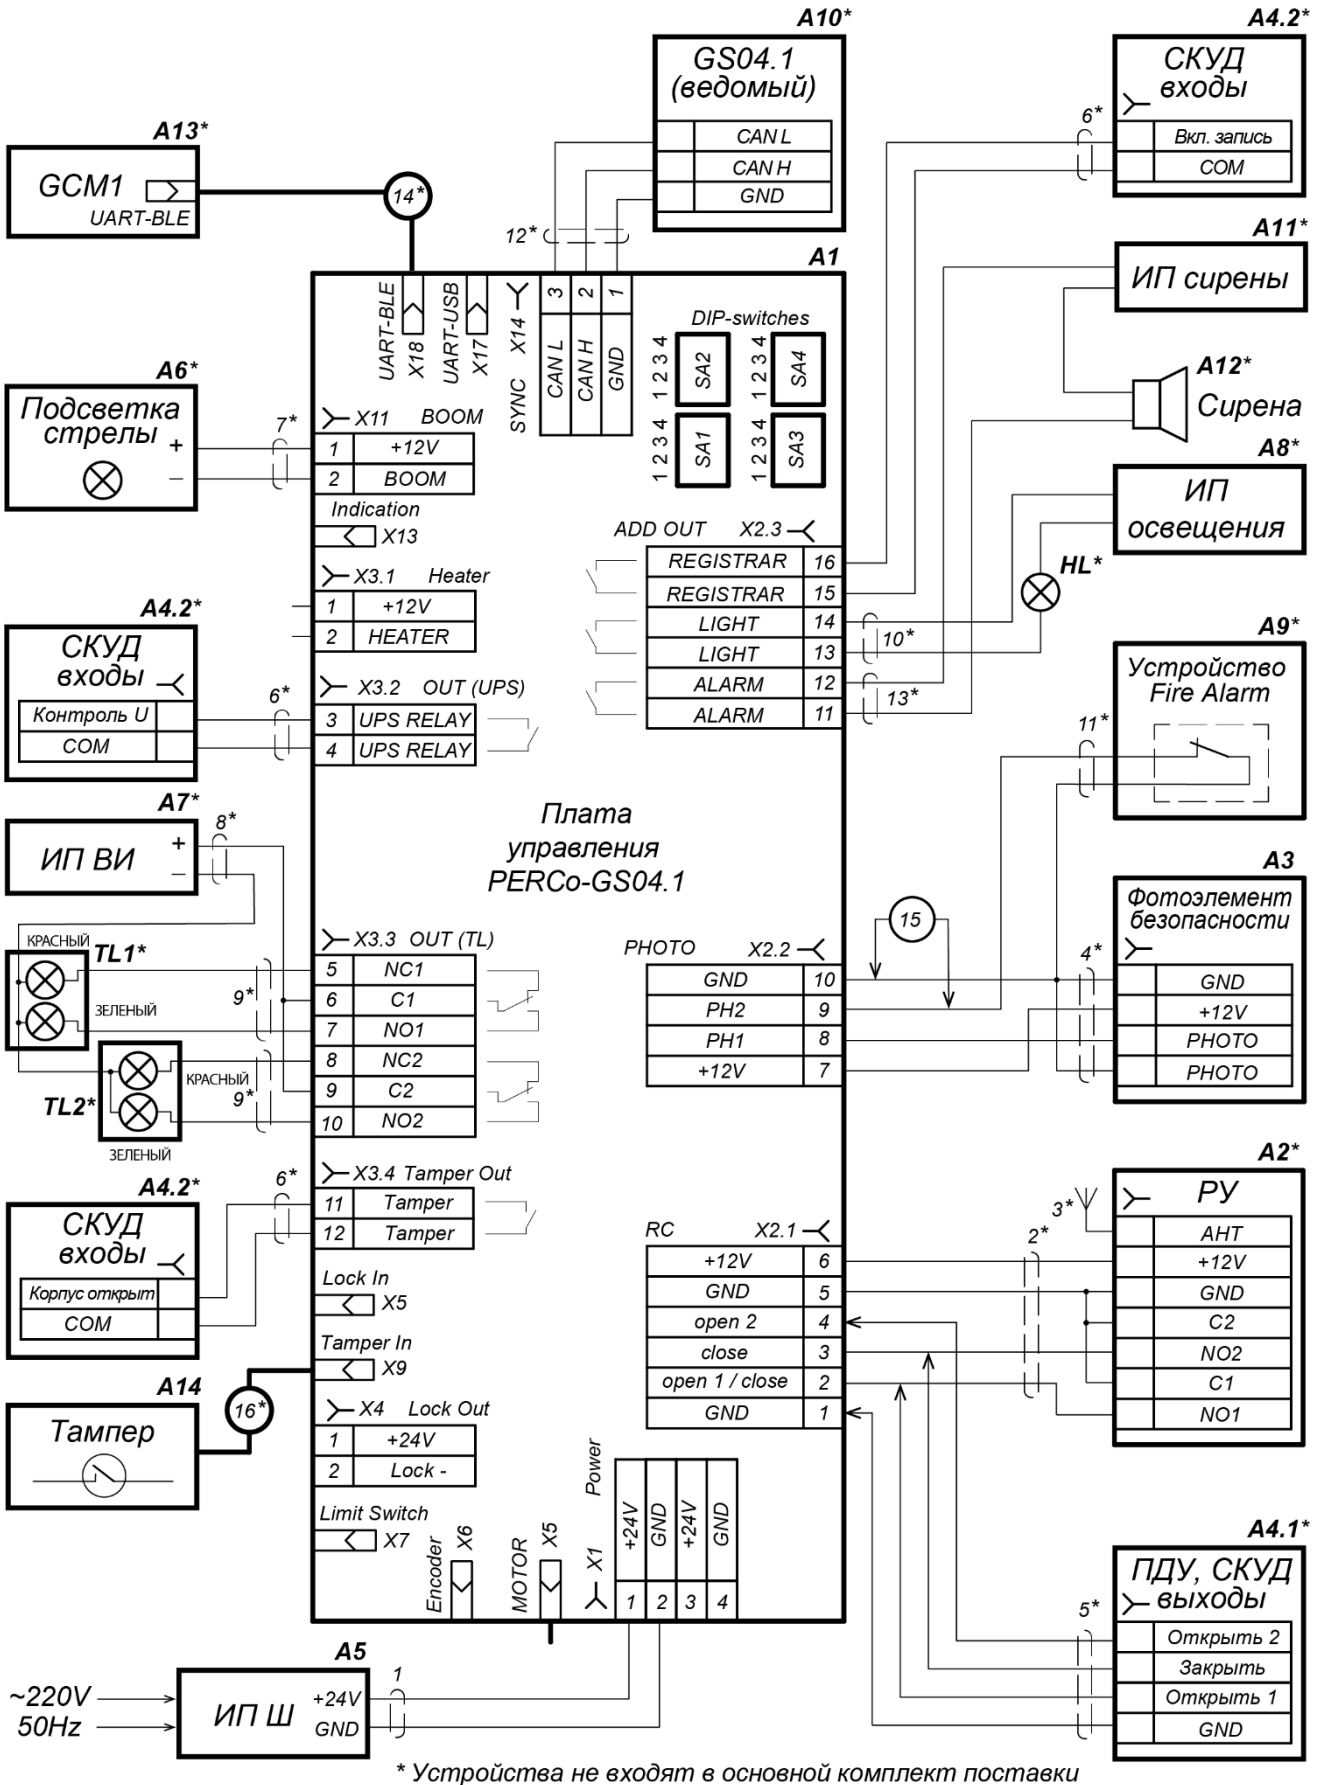

Рисунок 19. Схема подключения шлагбаума и доп. оборудования (перечень элементов см. в табл. 5)
Фотоэлемент безопасности может устанавливаться на стойке **PERCo-GDS1** (входит в дополнительный комплект поставки) (см. рис. 19).
1. В соответствии с проектом автотранспортной проходной выполните в установочной поверхности отверстия под гильзы анкеров в соответствии со схемой разметки (см. рис. 19), а также штробы для проводов питания и соединения при необходимости. Размер отверстий на схеме указан для анкеров типа PFG IH8 («SORMAT»), при